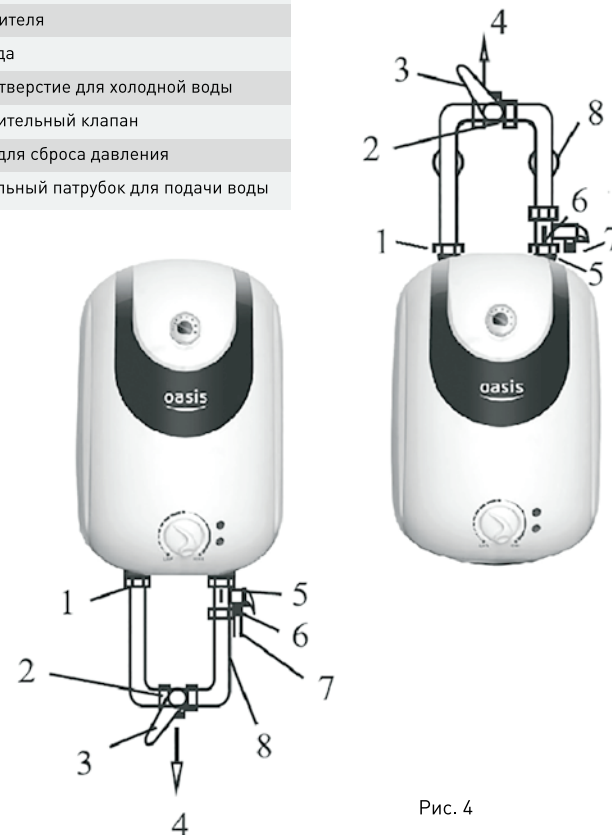

Рис. 4
2.4. Со способом подключения к трубопроводу можно ознакомиться на Рис. 4.